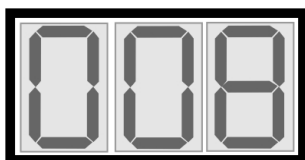

Fig.2
- I led dei tasti UP (▲), Conferma (◀▶) e DOWN (▼) si accendono e sul display compaiono i numeri riguardanti il set di tempo da impostare, espresso in minuti e compreso fra 1' e 10'(Fig. 2). Premere i tasti UP (▲) e DOWN (▼) per aumentare o diminuire il valore. Tempi di lavorazione elevati corrispondono a consistenze superiori, tempi bassi corrispondono a consistenze inferiori